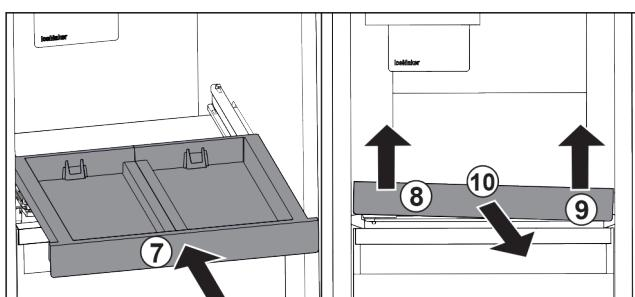

Fig. 96
- Вкарайте изтеглящата се дъска. Fig. 96 (7)
- Повдигнете изтеглящата се дъска отпред отляво. Fig. 96 (8)
- Повдигнете изтеглящата се дъска отпред отляво. Fig. 96 (9)
- Извадете изтеглящата се дъска напред. Fig. 96 (10)